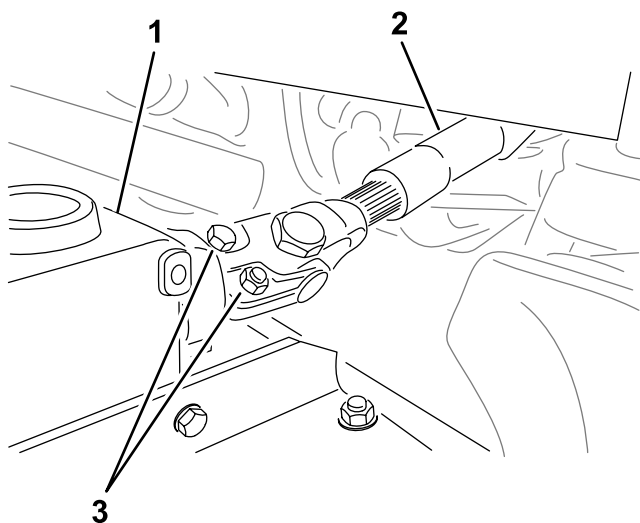

Рисунок 4
3. Вставьте вилку BOM в вал редуктора и соедините валы друг с другом с помощью 2 болтов и гаек, установленных в противоположных направлениях (Рисунок 4).
4. Затяните болты и гайки (Рисунок 4); см. нормативы моментов затяжки в *Руководстве оператора* для вашей машины.